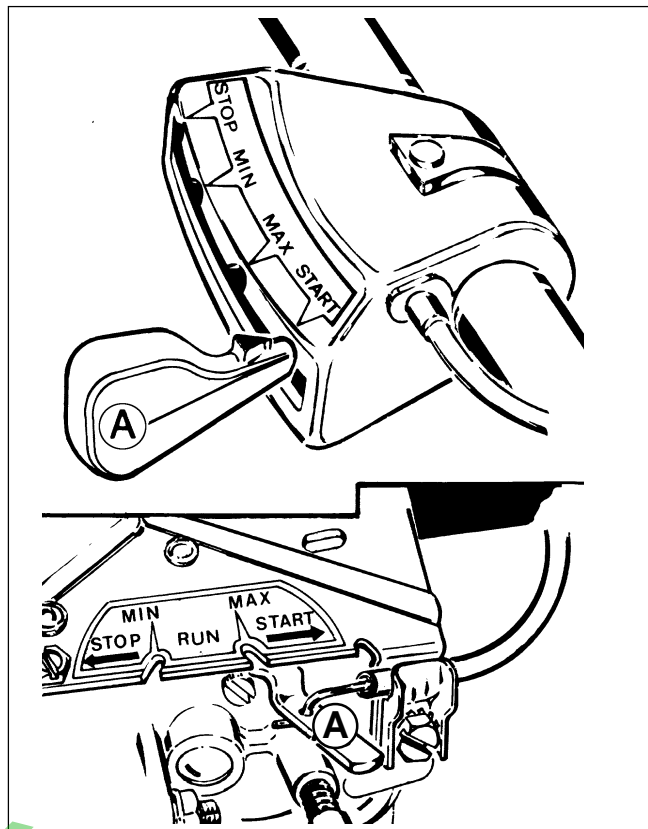

Fig. 6
- Contrôler l'ensemble commande à distance pour un réglage éventuel approprié. Avec le levier **A** en position CHOKE ou START le papillon d'air doit être complètement fermé (fig. 6).